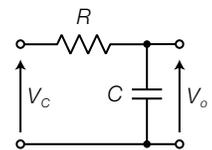

FIGURA 7 Filtro passa basso RC per l'estrazione del valor medio (blocco 5).
- f) L'estrazione del valor medio (blocco 5) può essere realizzata in modo semplice con il filtro passa basso RC del 1° ordine rappresentato in FIGURA 7. La frequenza di taglio del filtro è data dalla formula